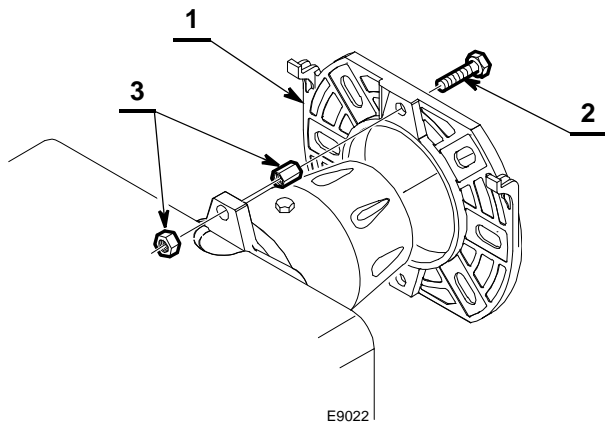

Fig. 6
- Mettre en place la bride 1)(Fig. 6), la vis 2) et deux écrous 3).